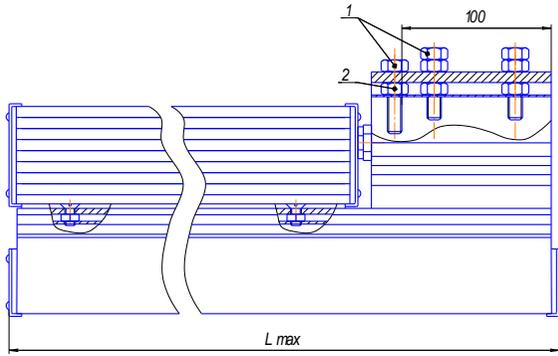

Рис.1
1.1. Светильник серии GALAD СТАНДАРТ LED (5Y) со светодиодными источниками света устанавливаются: «K50» (рис. 1) на опорах с Г-образным кронштейном диаметром 50 мм под углом 15...20 град. к горизонту; «С1» (рис.2) крепятся на подвес, и предназначены для освещения улиц, дорог со средней и низкой интенсивностью движения транспорта, автостоянок, железнодорожных платформ, дворовых территорий и т.п.
*Способ крепления	консоль (K50) (рис. 1)
6.1. Подготовка светильника с креплением на консоль «K50» (рис.1):
6.1.2. Крепежные болты М8х30 (поз.1) установить на консоль светильника согласно рис.1. Перед установкой болтов установить гайки М8 (поз.2) в специальный паз консоли.